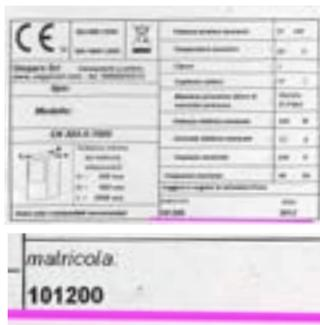

fig. 15 - Targhetta matricola
3. Matricola della stufa, reperibile sul retro del generatore, fig. 15;